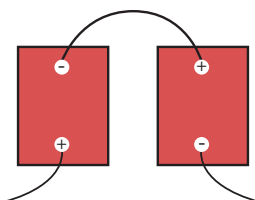

FIGURA 1:
**Para aumentar el voltaje, conecte las baterías en serie como se muestra en la Figura 1.**